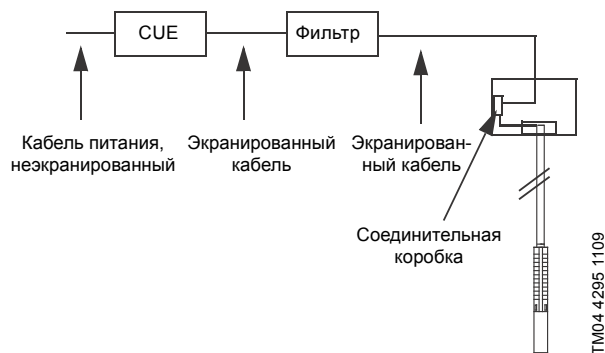

Рис. 24 Пример монтажа, когда CUE и фильтр установлены в зоне отсутствия требований к ЭМС излучению
- установка на площадках, чувствительных к ЭМП. См. рис. 24.